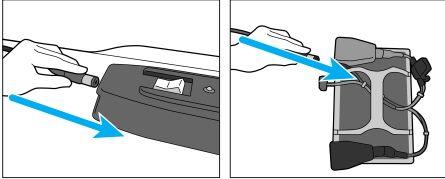

Abb. 6a Abb. 6b
1. Das mitgelieferte Akkuladekabel an den Akku-Ladeanschluss anschließen (Abb. 6a oder 6b).